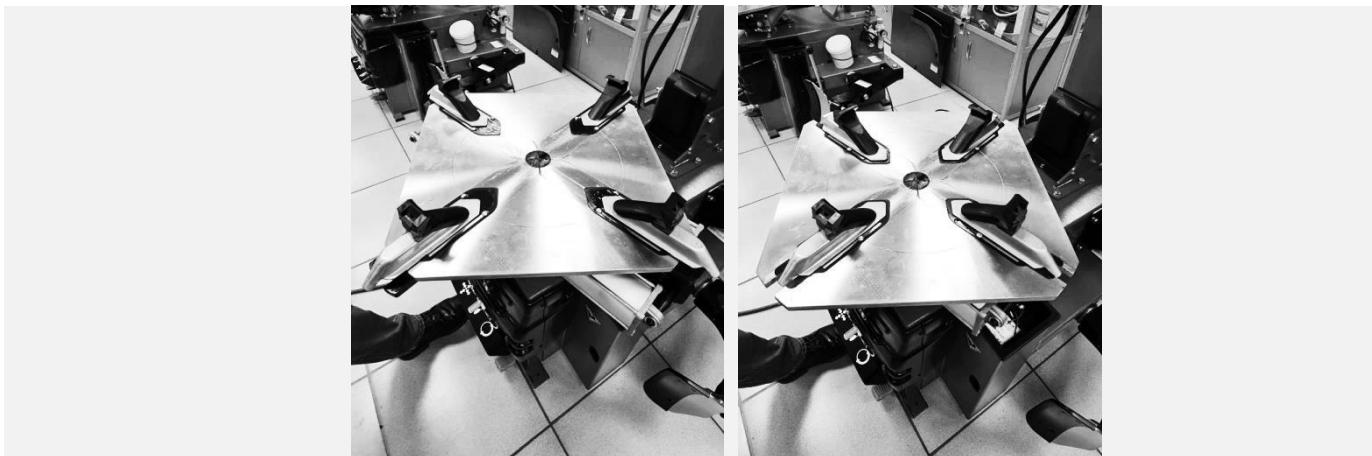

Рисунок 51
- Плавно нажать педаль управления зажимными кулачками до среднего положения, сведя зажимные кулачки таким образом, чтобы насечка на поворотном столе примерно соответствовала диаметру колеса, промаркованному на ползунке кулачка (см. Рисунок 51).